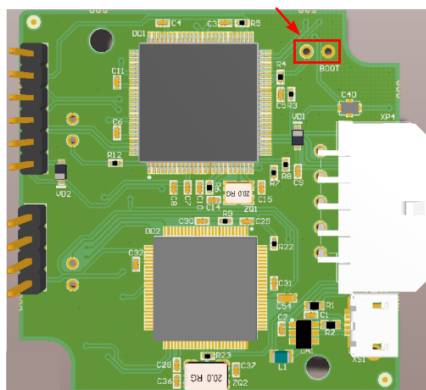

Рис.15. Замыкание контактов BOOT
4. Замкните контакты BOOT на плате устройства TK-CAN-LOG (см. Рис.15) и подключите устройство к ПК с помощью стандартного кабеля USB AM – USB microB 5pin.